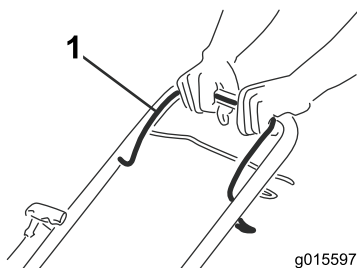

Figura 16
1. Tenete la barra di comando della lama Figura 16 contro la stegola.